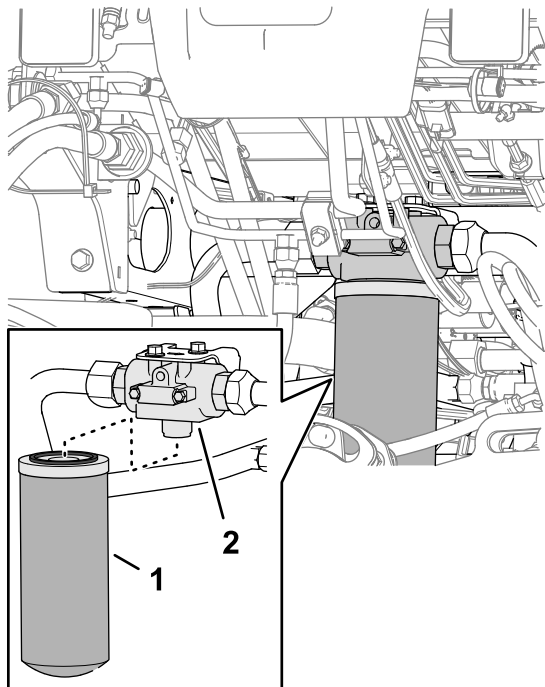

Figura 145
2. No frente da máquina, alinhe um recipiente de drenagem debaixo do filtro de retorno (Figura 145).